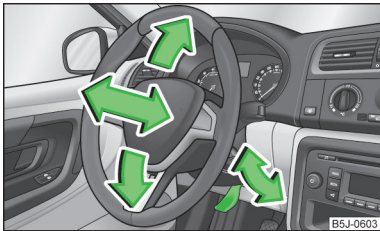

Abb. 2
- > Den Sicherungshebel unter dem Lenkrad nach unten schwenken » Abb. 2.